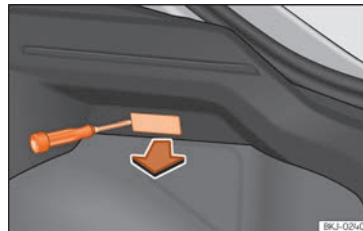

Abb. 113 Gepäckraumleuchte*
- Nehmen Sie das Lampenglas der Glühlampe durch Druck mit einem Schraubenzieher auf dessen Unterkante ab »» Abb. 113.